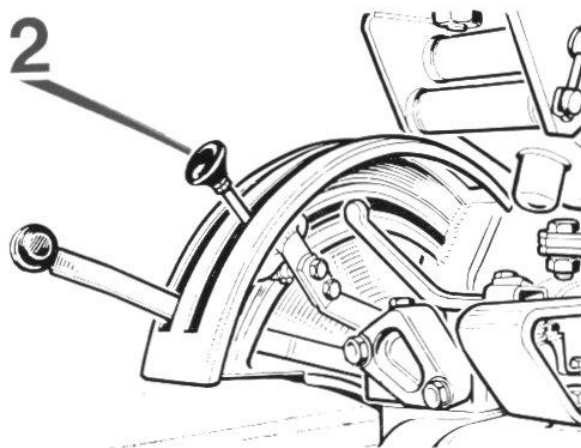

FIG. 21
Durant le travail en position contrôlée maintenir la manette d'effort contrôlé (2) (fig. 21) entièrement au bas du secteur.